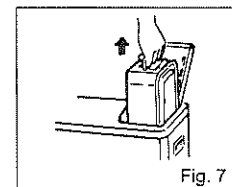

Fig. 7
- (1) Asegúrese de apagar el calefactor y de dejar que se torne frío al tacto antes de recargarlo.
- (2) No retire el tanque en cartucho mientras el calefactor está encendido o todavía caliente. (Fig. 7)